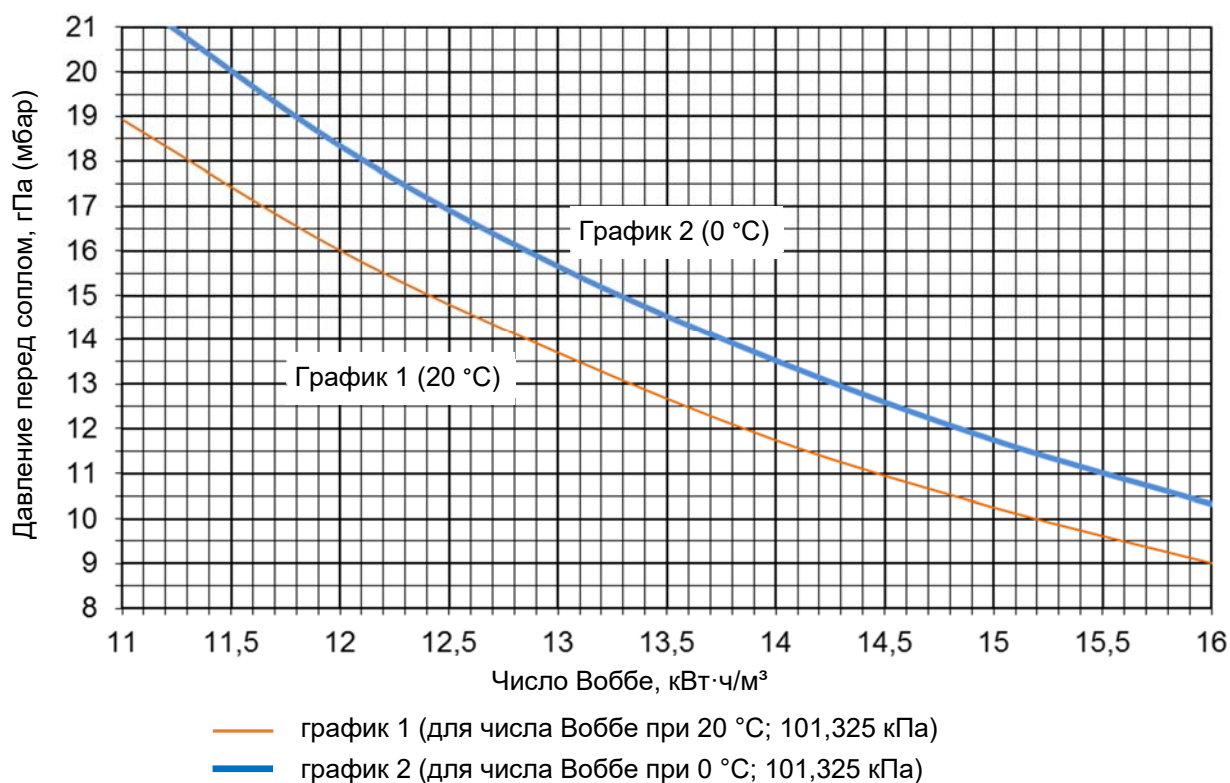

Рисунок 4.2.3 Определение давления газа перед соплом
1) - давление газа на входе в сопло указано для природного газа с низшей теплотой сгорания газа  $H_i=8572$  ккал/м3 (9,97 кВт·ч/м3), устанавливается согласно графику (рис. 4.2.3), в зависимости от числа Воббе используемого природного газа (информацию необходимо получить у местной газораспределительной организации).
**Для достижения номинальной тепловой мощности излучателя необходимо давление газа на входе в сопло установить согласно графику (рисунок 4.2.3), в зависимости от числа Воббе используемого природного газа (информацию о числе Воббе необходимо получить у местной газораспределительной организации).**